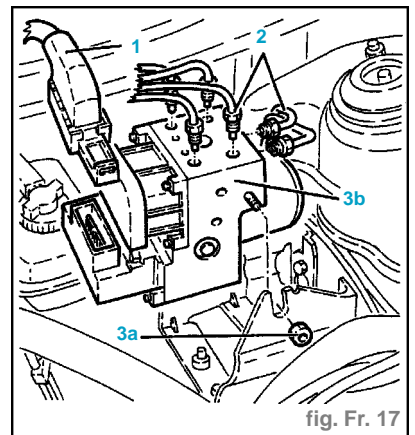

fig. Fr. 17
- Déposer le peigne (**1**) de la centrale hydraulique et électronique du système ABS (fig. Fr. 17).